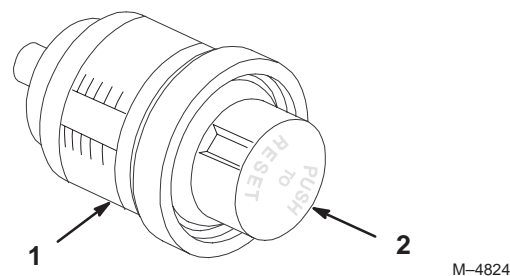

Figure 39
2. Remettez le témoin à zéro en appuyant sur le bouton au bas de la cartouche jusqu'à ce que le plongeur revienne au point le plus bas (Fig. 39).